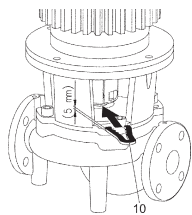

Fig. 13: Mise en place de la fourche de montage
10. Glisser la fourche de montage (Fig. 13, pos. 10) entre la lanterne et l'accouplement. La fourche de montage doit s'adapter sans le moindre jeu.
11. Serrer d'abord légèrement les vis d'accouplement (Fig. I/II/III/IV/V, pos. 1.41) jusqu'à ce que les coquilles d'accouplement reposent sur les cales d'épaisseur.
8. Démonter l'accouplement (Fig. I/II/III/IV/V, pos. 1.5).
9. Desserrer les vis de fixation du moteur (Fig. I/II/III/IV/V, pos. 5) sur la bride du moteur et extraire l'entraînement de la pompe avec un appareil de levage approprié.
13. Glisser la fourche de montage (Fig. 13, pos. 10) entre la lanterne et l'accouplement. La fourche de montage doit s'adapter sans le moindre jeu.